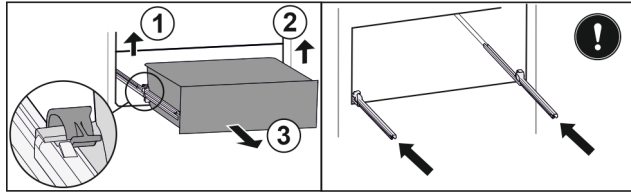

Fig. 115
- Linke Klemme anheben und gleichzeitig Schubfach links nach vorne ziehen. Fig. 115 (1)
- Rechte Klemme anheben und gleichzeitig Schubfach rechts nach vorne ziehen. Fig. 115 (2)
- Schubfach nach vorne entnehmen. Fig. 115 (3)